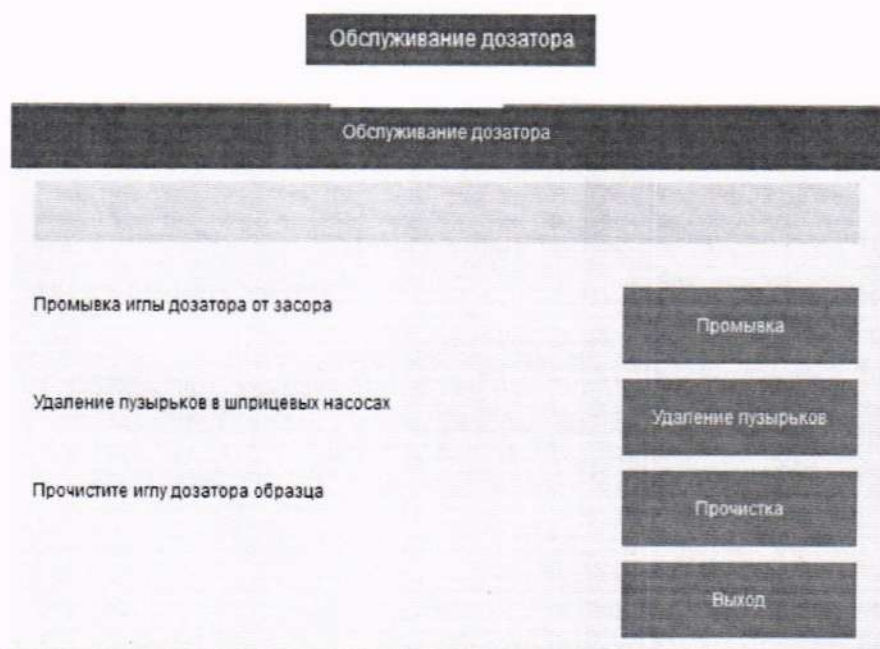

Рисунок 2 - Диалоговое окно «Обслуживание дозатора»
8.3.1.2 После чего появится диалоговое окно «Обслуживание дозатора» (рисунок 2). Нажать кнопку «Промывка», чтобы анализатор автоматически очистил иглы дозаторов и миксеры; нажать кнопку «Выход», чтобы выйти из меню «Обслуживание дозатора».